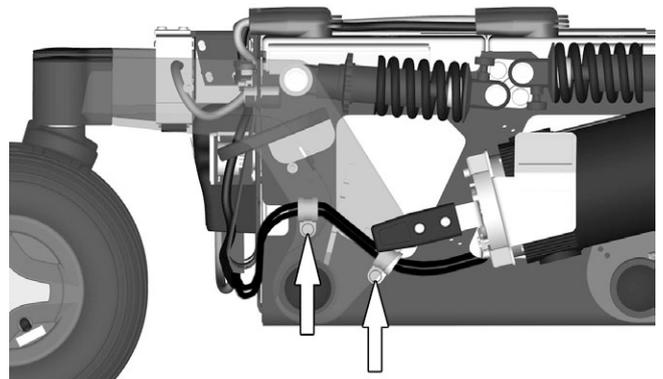

Abbildung 54. Die beiden Leitungshalter demontieren.
5. Die beiden Leitungshalter demontieren. Siehe Abbildung. 54.